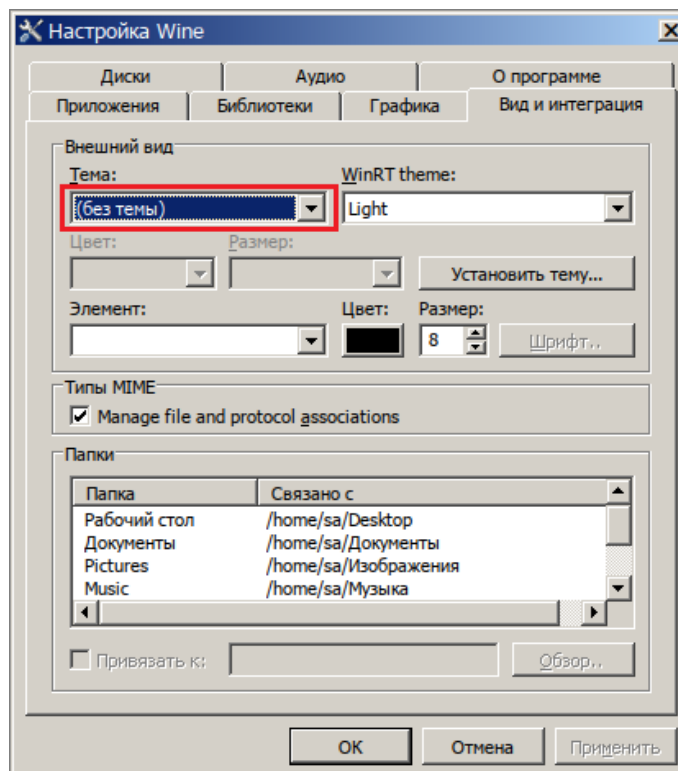

Рисунок 2-22 Настройки Wine на вкладке "Вид и интеграция"
- на вкладке «Вид и интеграция» в блоке «Внешний вид» для свойства «Тема» выбрано значение «(без темы)» (см. Рисунок 2-22).